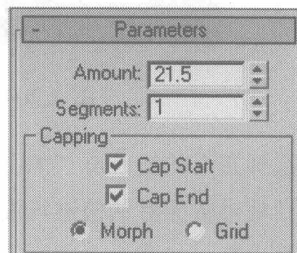

图 4.200
- 26** 在 Modify 控制面板中的选项栏中选择 Extrude 命令, 在 Parameters 卷展栏中设置二维线的挤压厚度, 如图 4.200 所示。